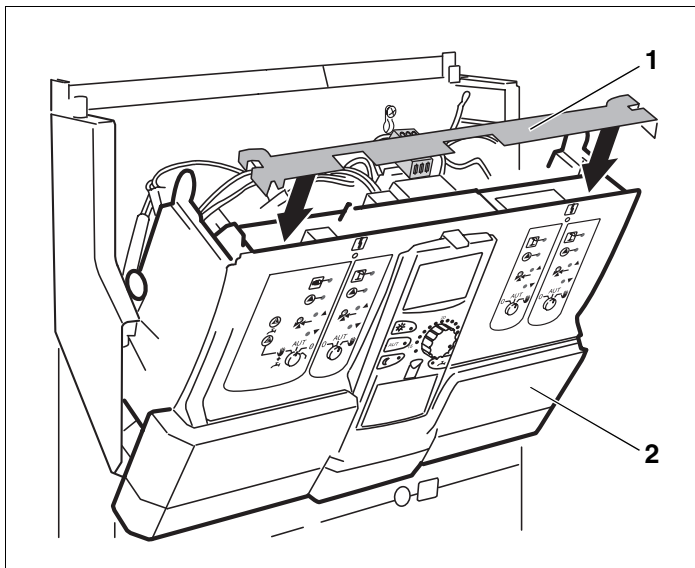

Рис. 9 Установка планки
- Установите планку (рис. 9, поз. 1) в пазы и задвинуть до полной фиксации.
- Установите обратно переднюю часть системы управления (рис. 9, поз. 2) до полной фиксации.